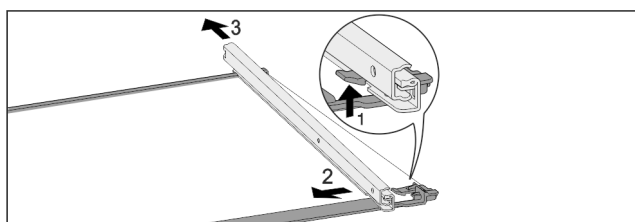

Fig. 127 Skleněná deska s kolejničkami
- ▶ Přední aretační háček zatlačte nahoru. Fig. 127 (1)
- ▶ Vysuvnou kolejničku vysuňte stranou Fig. 127 (2) a dozadu Fig. 127 (3).